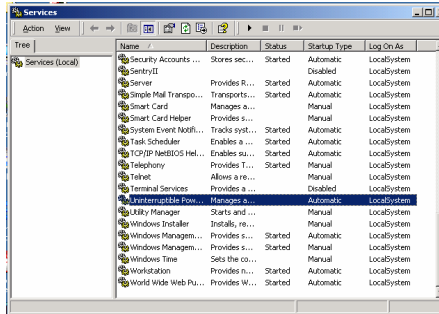

Abbildung 10 Das Fenster Dienste
- Doppelklicken Sie auf das Symbol Dienste. Das Fenster Dienste wird angezeigt, siehe Abbildung 10